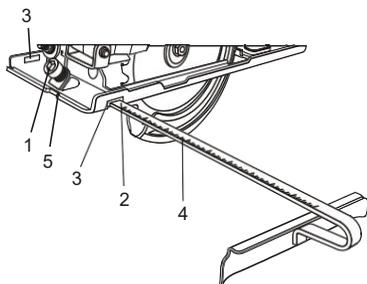

Fig. 5
1. Afloje el tornillo de bloqueo de la guía del borde (1) en sentido antihorario aproximadamente 2 vueltas con la llave hexagonal de 5 mm (Fig. 5).
2. Deslice la varilla de montaje de la guía de borde (2) en las ranuras de montaje (3) en la placa de suela.
3. Alinee el ancho de corte deseado en la báscula (3) con la marca de corte de 0° (5) en la placa de suela.